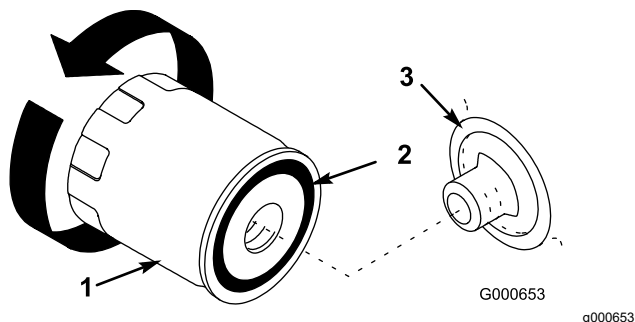

Рисунок 26
- Снимите старый фильтр и протрите поверхность прокладки переходника фильтра (Рисунок 26).
- Нанесите тонкий слой свежего масла на резиновую прокладку нового фильтра (Рисунок 26).
- Установите новый масляный фильтр в переходник фильтра. Поверните масляный фильтр по часовой стрелке до контакта резиновой прокладки с переходником фильтра, после этого затяните фильтр, повернув его еще на пол-оборота (Рисунок 26).